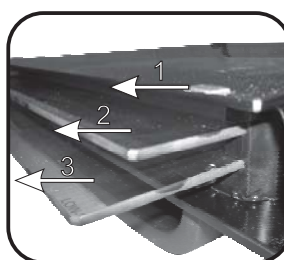

Figure 6
- * Для духовых шкафов с пиролизической очисткой, пожалуйста, снимите также второе и третье стекла, как указано на рисунке 6 (Figure 6)